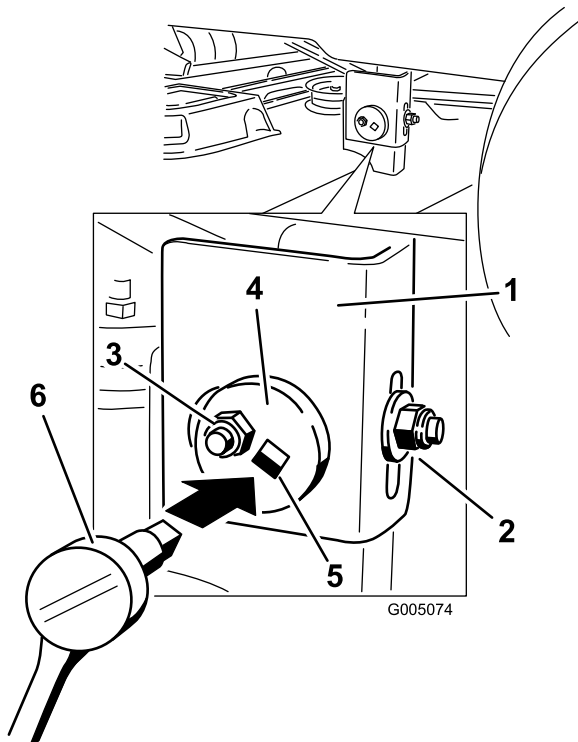

Figura 42
7. Mueva al lado izquierdo de la máquina. Afloje, pero no retire, la tuerca de bloqueo trasera de la barra de soporte (Figura 42).
8. Afloje la tuerca de bloqueo lateral de la barra de soporte lo suficiente para permitir ajustar la placa excéntrica (Figura 42). Utilice una llave de extensión de 3/8 pulgada de una llave de tubo para manipular la placa excéntrica. Utilice la llave para ajustar la altura de la plataforma del cortacésped a la altura deseada.
9. Cuando la plataforma esté en la posición deseada, apriete la tuerca de bloqueo lateral de la barra de soporte para fijar la posición nueva (Figura 42). Apriete la tuerca de bloqueo trasera de la barra de soporte.